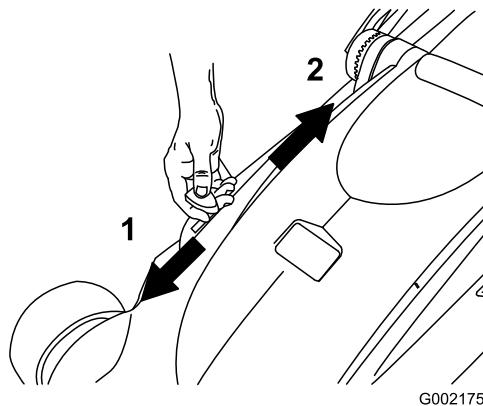

Рисунок 21
- 3. Переведите рычаг выброса и сбора в мешок в положение сбора (Рисунок 21).
**Примечание:** Для перехода со сбора в мешок на выброс переведите рычаг выброса и сбора в мешок в режим выброса (Рисунок 21) и снимите сборник скошенной травы.